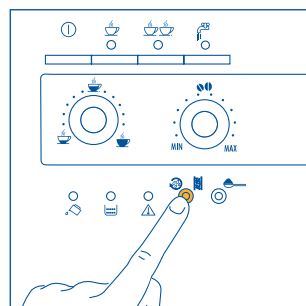

Fig. 14
1) Se, appena accesa la macchina, si richiede una tazza di caffè corto (inferiore a 60cc), usare l'acqua calda del risciacquo per pre-riscaldare le tazze (vedi consiglio par. 4.3 punto 5). Se invece dall'ultimo caffè fatto, sono trascorsi più di 2/3 minuti, prima di richiedere di nuovo un caffè è necessario pre-riscaldare l'infusore premendo il tasto   (fig. 14). Lasciare poi defluire l'acqua nella vaschetta